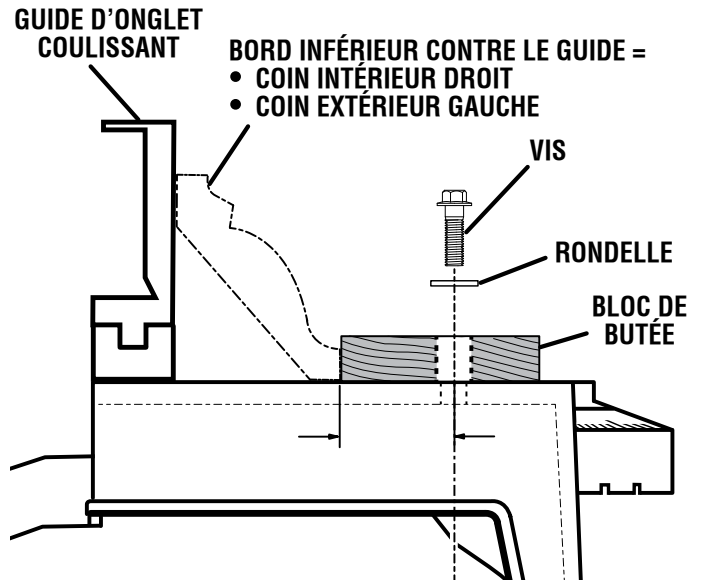

Fig. 32
Voir les figures 32 et 33.
- Embriquer et immobiliser fermement la moulure couronnée contre le guide longitudinal et le bloc de butée, comme illustré à la Fig. 32.